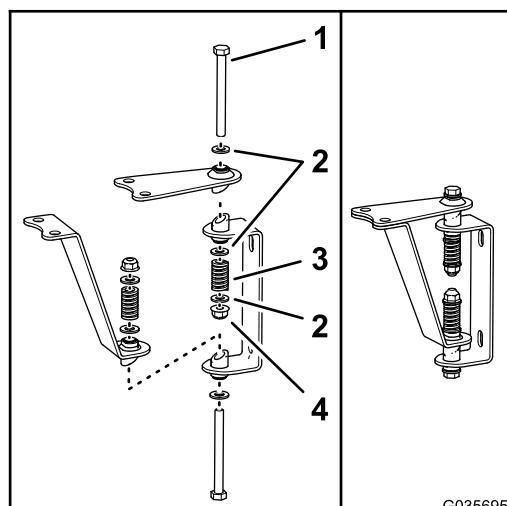
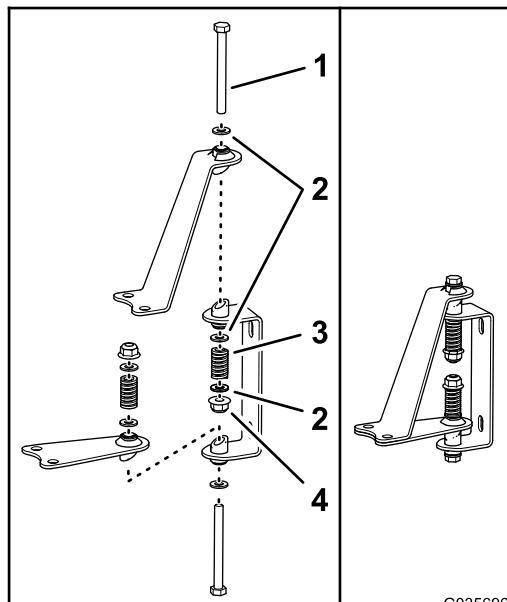

Bild 4
Bild 5
4. Stecken Sie die Schrauben durch die Öffnungen des geschweißten Rohrs, die Scharniere und Riemen, wie in **Bild 4** oder **Bild 5** abgebildet.
5. Legen Sie eine Flachscheibe auf das freiliegende Ende jeder Schraube (**Bild 4** oder **Bild 5**).
6. Setzen Sie eine Feder auf das Ende jeder Schraube (**Bild 4** oder **Bild 5**).
7. Legen Sie eine Flachscheibe und eine Sicherungsmutter auf das Ende jeder Schraube (**Bild 4** oder **Bild 5**) und ziehen Sie die